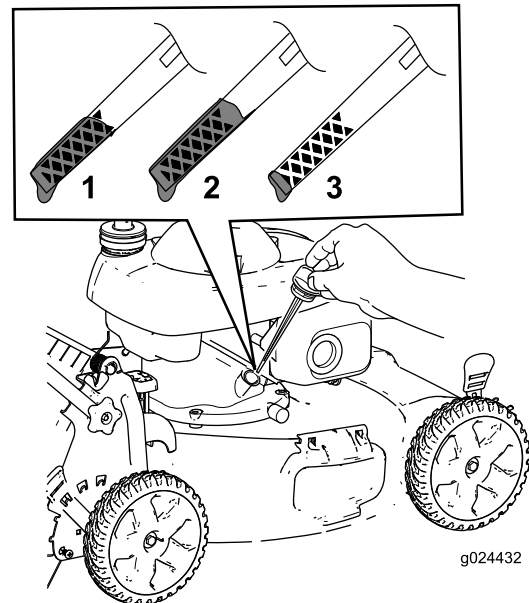

Figure 25
3. Tournez le bouchon dans le sens antihoraire et sortez la jauge (Figure 25).
- Inclinez la machine sur le côté (filtre à air en haut) pour vidanger l'huile usagée par le tube de remplissage (Figure 25).
- Vérifiez le niveau d'huile indiqué par la jauge (Figure 25).